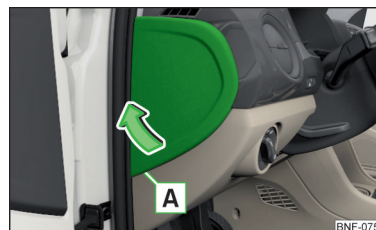

Fig. 169
- › Før en skruetrækker ind i udskæringen  i afdækningen » Fig. 169.